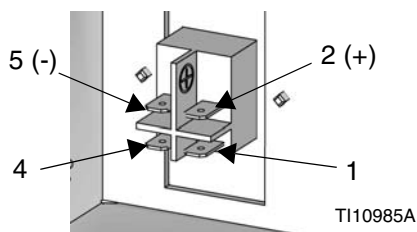
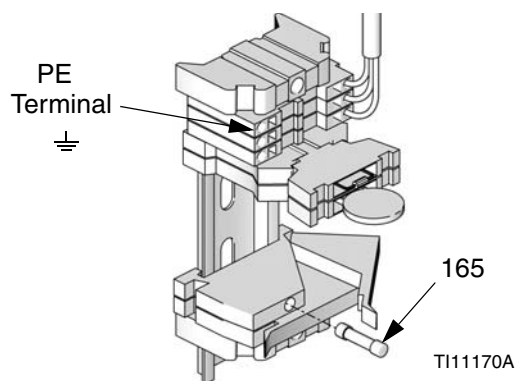

FIG. 36
FIG. 37
2. Monte el módulo de 24 Vcc (154) en la abrazadera de montaje (151).
3. Monte el interruptor de alimentación (159) en la abrazadera de montaje (151).
4. Coloque las desconexiones rápidas del cable del módulo de 24 Vcc (154) a los terminales del interruptor de alimentación (157).
5. Monte en el cable de la CAN (163) el cable de salida de alimentación de energía.
6. Conecte una alimentación eléctrica de Clase 2 y 24 V a los terminales del interruptor de alimentación: +24 Vcc al terminal 2 (+) y 24 Vcc de retorno al terminal 5 (-). Vea FIG. 36. Fije el conductor de conexión a tierra de protección (PE) al terminal marcado $\equiv$. Vea FIG. 37. La alimentación de 24-240 Vca debe ser capaz de suministrar como mínimo 1,0 A y tener una protección de corriente de alimentación configurada a no más de 2,5 A.
7. Monte la placa de cubierta (160), los tornillos (156) y las arandelas (164).